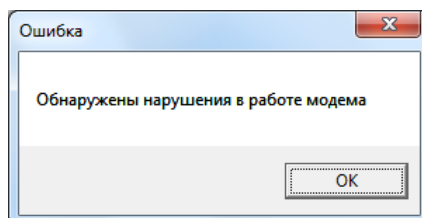

Рис. 6.17. Сообщение об ошибке в работе модема
1. Если в параметрах модема неверно указан номер COM-порта, к которому он подключен, или скорость его работы, то программа информирует об ошибке в работе модема (рис. 6.17).